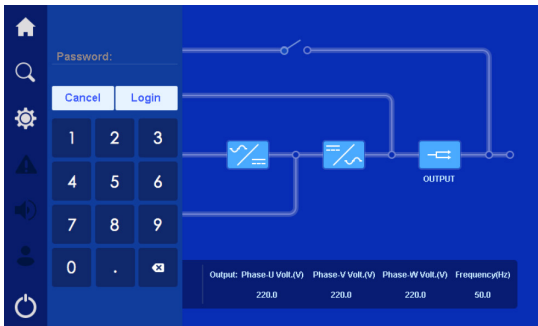

Figura 4-16 Pantalla para iniciar sesión
- En la pantalla principal, haga clic en este ícono para acceder a la pantalla para iniciar sesión, como se muestra en la figura 4-16. Debe iniciar sesión para realizar las configuraciones.